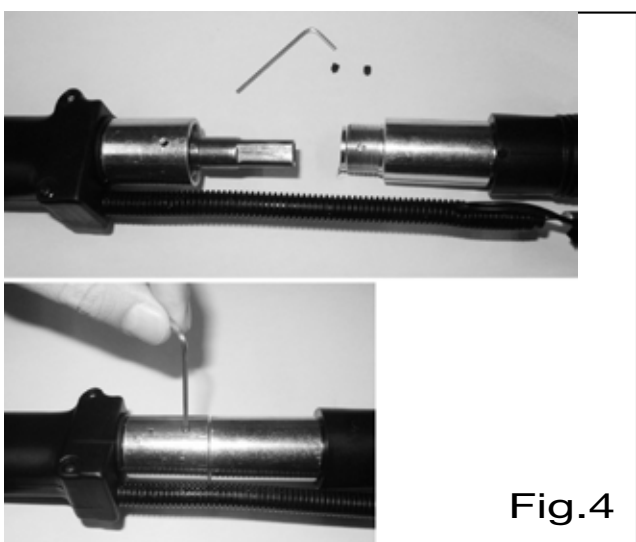

Fig. 4
**Haste-transmissão flexível (Fig. 4):** Ligue as duas extremidades da haste e da transmissão flexível dentre si, apertando a virola da haste rígida no casquilho roscado da haste flexível, bloqueando-as com os adequados pinos roscados.